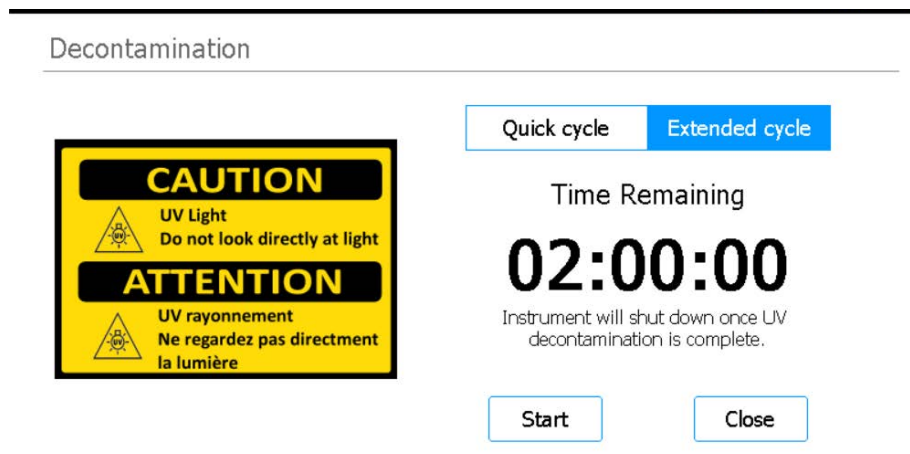

图 25 选中 Extended cycle 的 Decontamination 屏幕
- 3 在屏幕顶部，选择 **Extended cycle**，如图 25 所示。